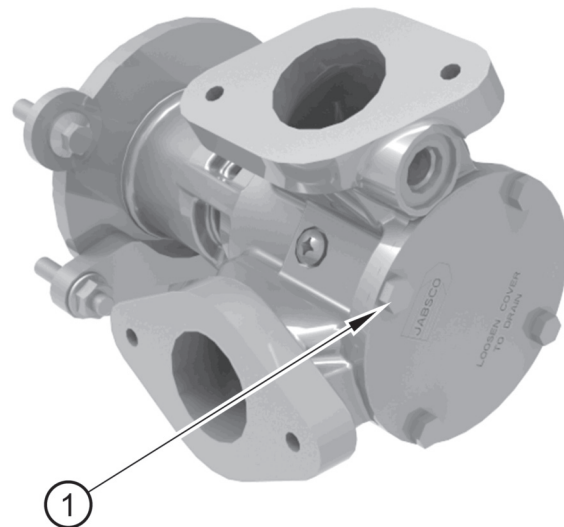

Figure 11
2. Desserrez les quatre vis (figure 11, repère 1) qui fixent la plaque d'extrémité de la pompe à eau auxiliaire et déposez la plaque. De l'eau auxiliaire s'écoulera de la pompe lors du retrait de la plaque d'extrémité.